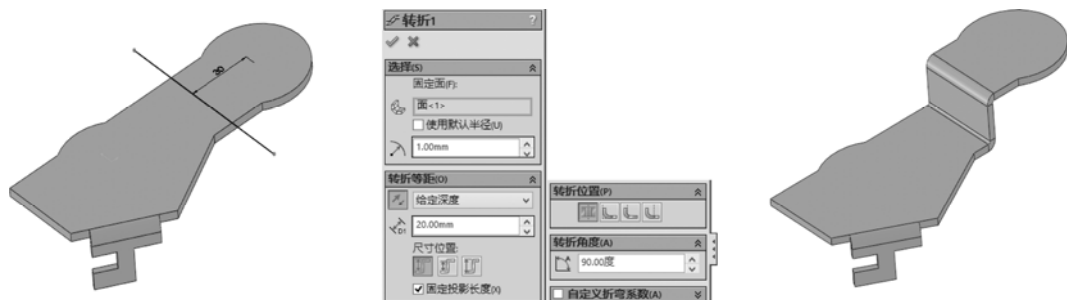

图 3-31 创建转折
STEP 3 单击“钣金”工具栏中的“转折”按钮，绘制一图 3-31 左图所示的竖直直线，完成草图后，再在“转折”属性管理器中（见图 3-31 中图）设置“转折半径”为 1，将“转折距离”设置为 20，“固定面”设置为左侧钣金的的上表面，单击“确定”按钮完成转折操作，效果如图 3-31 右图所示。